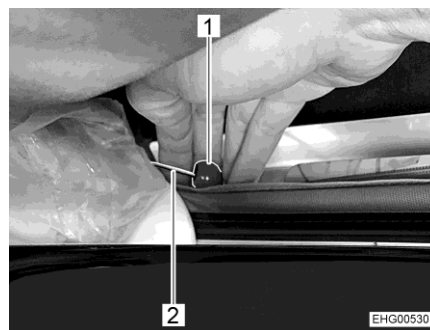

Fig. 39 Sbloccaggio di emergenza
- Tirare il pulsante rosso (Fig. 39,1) della fune (Fig. 39,2) sui due lati.